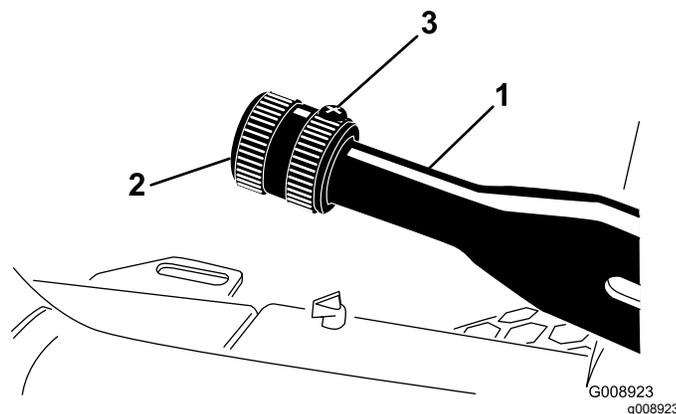

Рисунок 73
2. Ослабьте установочный винт, который крепит ручку к рычагу стояночного тормоза (Рисунок 73).